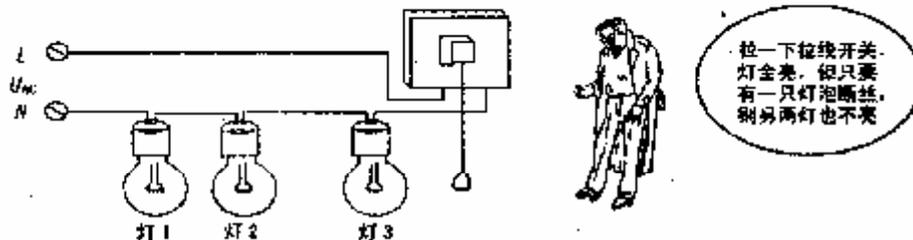

图 1-5
把几个电阻（灯泡）一个接一个地联接成一串，再与开关、电源相接，就成了串联电路，如图 1-5 所示。
(2) 电路中，各灯泡（或各电阻）上分电压之和，等于电源两端总电压。如图 1-5 所示，三只灯泡的端电压之和，应恰恰等于电源 L、N 两端的电压 U_{AC} 。如果这三只灯泡的功率相等，那么每只灯泡的分电压也就会低些，所以它的亮度也就会较其余两端灯要低些。
(3) 电阻（电灯）串联时，电路等效电阻（亦叫总电阻）等于各电阻（电灯）的阻值之和。
(4) 各电阻（电灯）消耗功耗总和，等于电源所输出的功率。
(5) 电压和功率的分配，与电灯泡的阻值成正比。